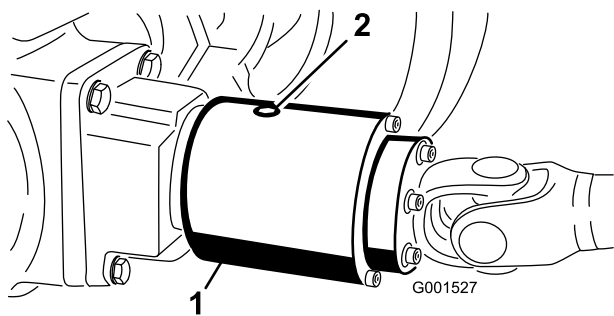

Figura 66
3. Girate la frizione in modo che il tappo di spurgo sia in posizione discendente (Figura 66).